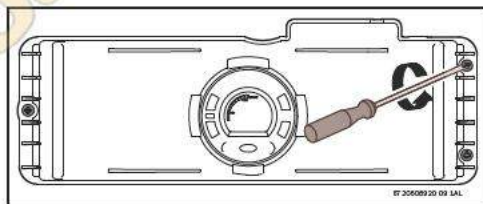
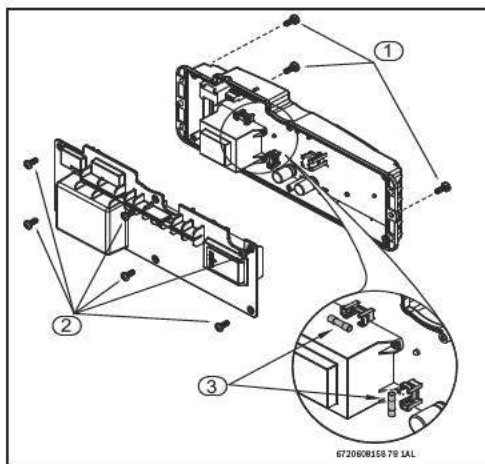

Рис. 38
Рис. 39 Расположение предохранителей
- ▶ отпустите три винта на блоке управления (Рис. 38 и Рис. 39 , поз. 1).
- ▶ Отпустите шесть винтов на задней крышке блока управления, . Рис. 39 , поз. 2.
- ▶ Проверьте предохранители на печатной плате, см. Рис. 39 , поз. 3.
- ▶ После проверки предохранителей установите все детали на место в обратном порядке (Рис. 39 , поз. 3).